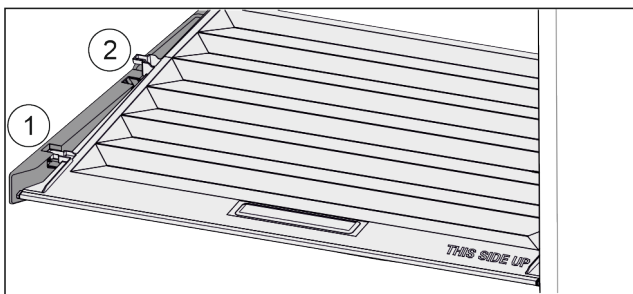

Fig. 103
- ▶ Deksel tot de opening in de vasthouddelen naar voren trekken Fig. 103 (1).
- ▶ Aan de achterkant vanaf de onderkant omhoog tillen en vanaf de bovenkant verwijderen Fig. 103 (2).